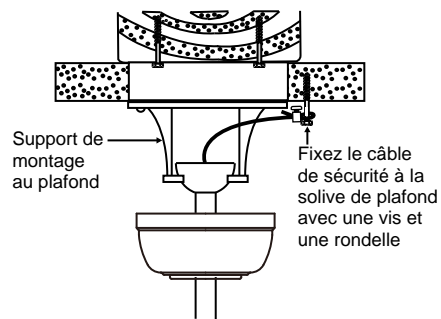

Fig. 11
Étape 1. Fixez la vis à bois et les rondelles fournies à la solive de plafond à côté du support de montage, mais ne les serrez pas. (Fig. 11)